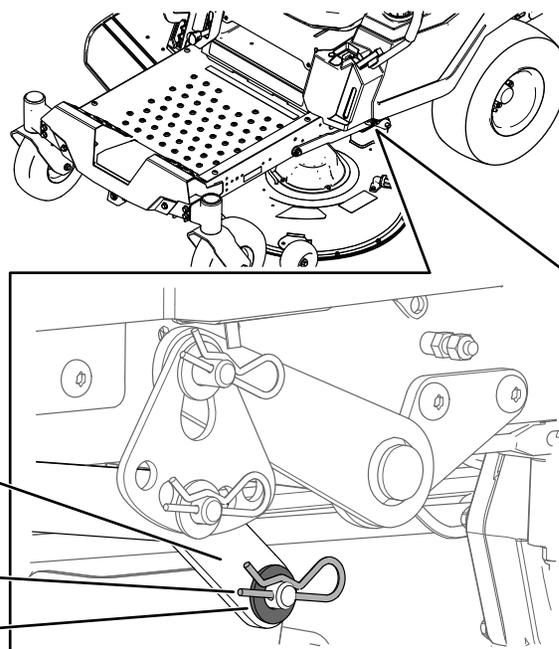

Figura 74
7. Num lado da máquina, remova a anilha e o perno de gancho do pino da plataforma (Figura 74).
8. Remova o braço de elevação do pino da plataforma (Figura 74).
5. Num lado da máquina, eleve a traseira da plataforma do cortador e eleve o braço de elevação para o pino da plataforma (Figura 74).
6. Instale o braço de elevação utilizando a anilha e o perno de gancho Figura 74).